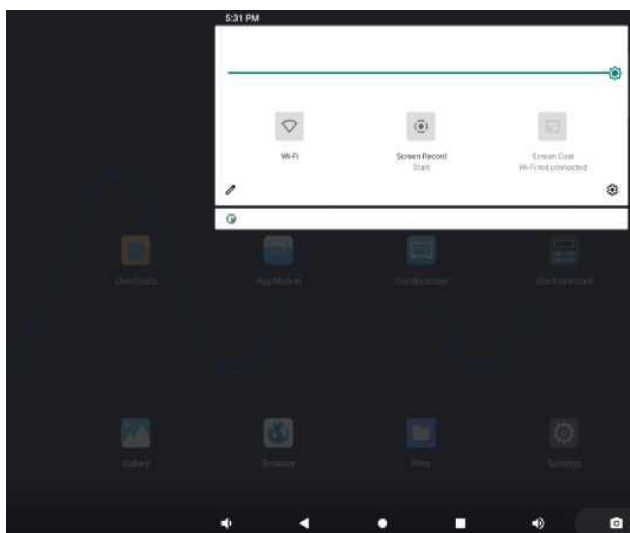

Рисунок 8-3. Метод видеозаписи
- 2) Нажмите на тип спектра «Line/Decibel» **FFT**, чтобы открыть окно функции БПФ (см. рисунок 8-3. Окно функции БПФ).